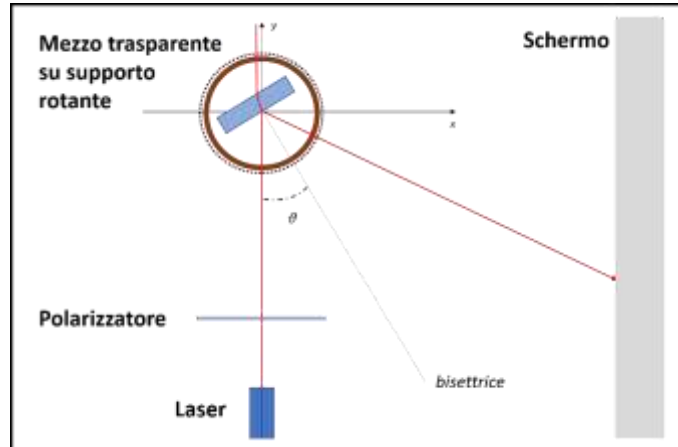

Fig.2
- **Allineare il setup sperimentale.** Al fine di una buona riuscita dell'esperienza ci si deve assicurare che la superficie del polarizzatore sia posizionata alla giusta altezza e sia ortogonale alla direzione del fascio di luce uscente dal LASER: questo lo si fa verificando che il raggio riflesso da tale superficie torni alla sorgente. In modo analogo si procede per verificare che la superficie piana della lamina (o blocchetto) di materiale, di cui si vuole determinare l'indice di rifrazione, sia inizialmente parallela al polarizzatore e quindi che il raggio LASER incida normalmente su tale superficie piana (vedi Fig.2). Regolare la scala graduata del nastro circolare fissando la posizione di zero con la tacca di riferimento.